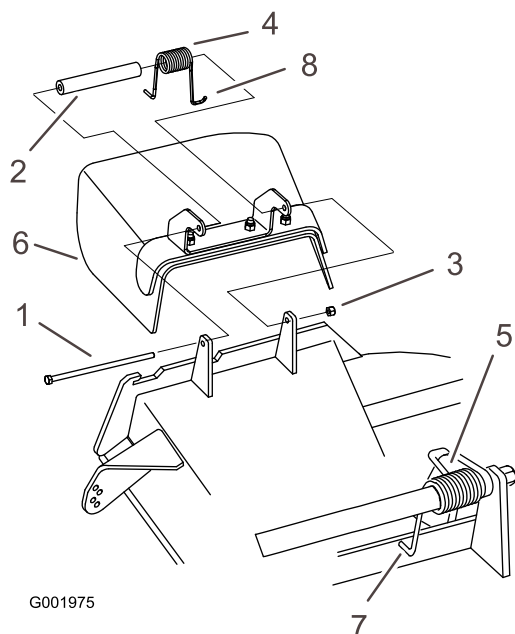

Figure 85
1. Retirez le contre-écrou, le boulon, le ressort et l'entretoise qui fixent le déflecteur aux supports de pivot (Figure 85).
Remarque: Prenez soin de placer 1 extrémité en J du ressort derrière le bord du tablier avant de mettre le boulon en place, comme montré à la Figure 85.
6. Accrochez l'extrémité en J du ressort au déflecteur d'herbe (Figure 85).